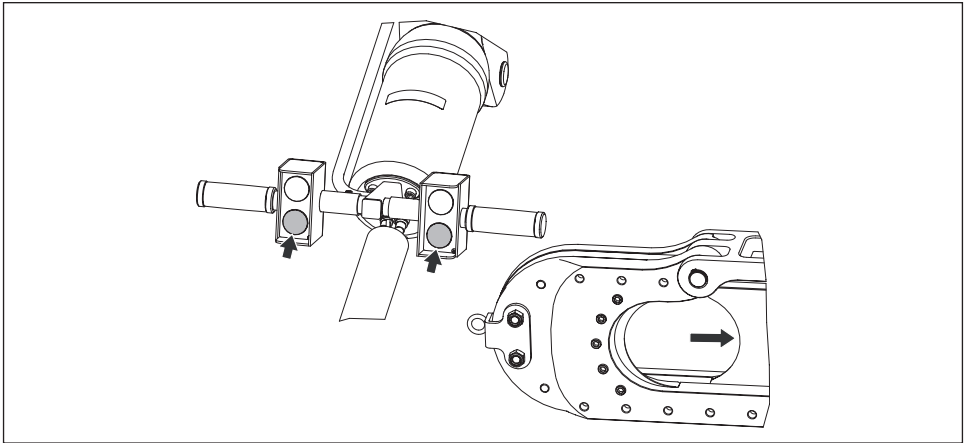

Figura 10, operação - retração
- Pressione e segure ambos os botões de **retração** para retrair o pistão e deslizar a lâmina móvel para trás. Veja a Figura 10.